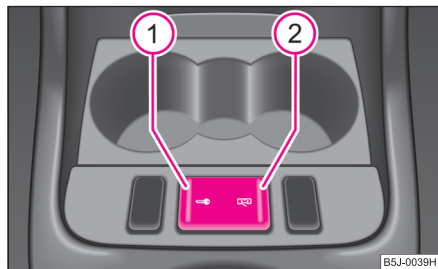

Fig. 22 Contacteurs de condamnation centrale
- Appuyez sur la touche (1) ⇒ fig. 22. Le symbole s'allume dans la touche.
- Appuyez sur la touche (2) ⇒ fig. 22. Le symbole s'éteint dans la touche.